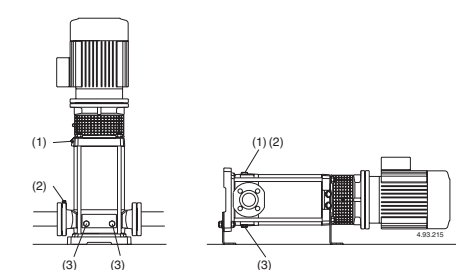

Fig. 4d(1) Llenado y purga
(2) Purga aspiración
(3) vaciado
Con el **nivel de agua en aspiración por encima de la bomba**, (funcionamiento bajo carga, fig. 3B), llenar la bomba abriendo lentamente y completamente la compuerta del tubo de llegada teniendo la compuerta de la impulsión abierta y también los agujeros de purga (1), (2) (fig. 4d) para hacer salir el aire.
Cerrar los agujeros de purga (1), (2) (fig. 4d), para MXV-B, MXV(L) 25-32-40-50 y MXV(L) 4 25-32-40-50. Atornillar los tornillos tipo pasador (17.17) del tapón de vaciado (14.12) (fig. 4b), y cerrar el orificio de purga (14.04).